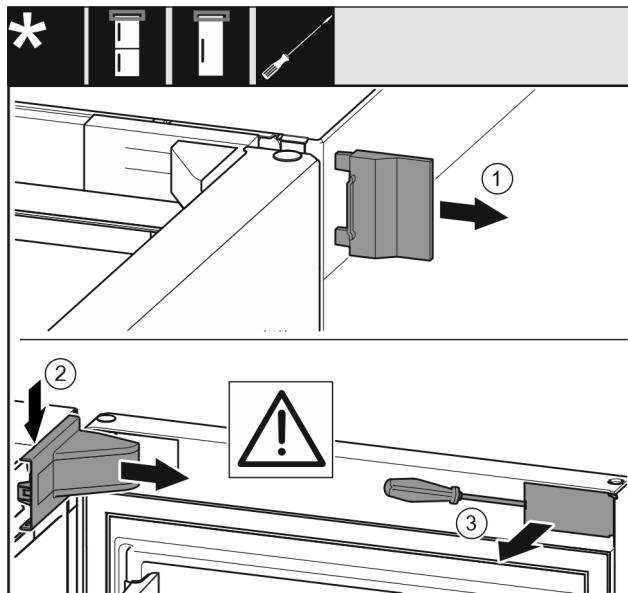

Fig. 5
- Snemite zunanjji pokrov. Fig. 5 (1)
Snemite pokrov ležajnega podstavka. Fig. 5 (2)
- S ploščatim izvijačem staknite zaslonko in jo obrnite k strani. Fig. 5 (3)